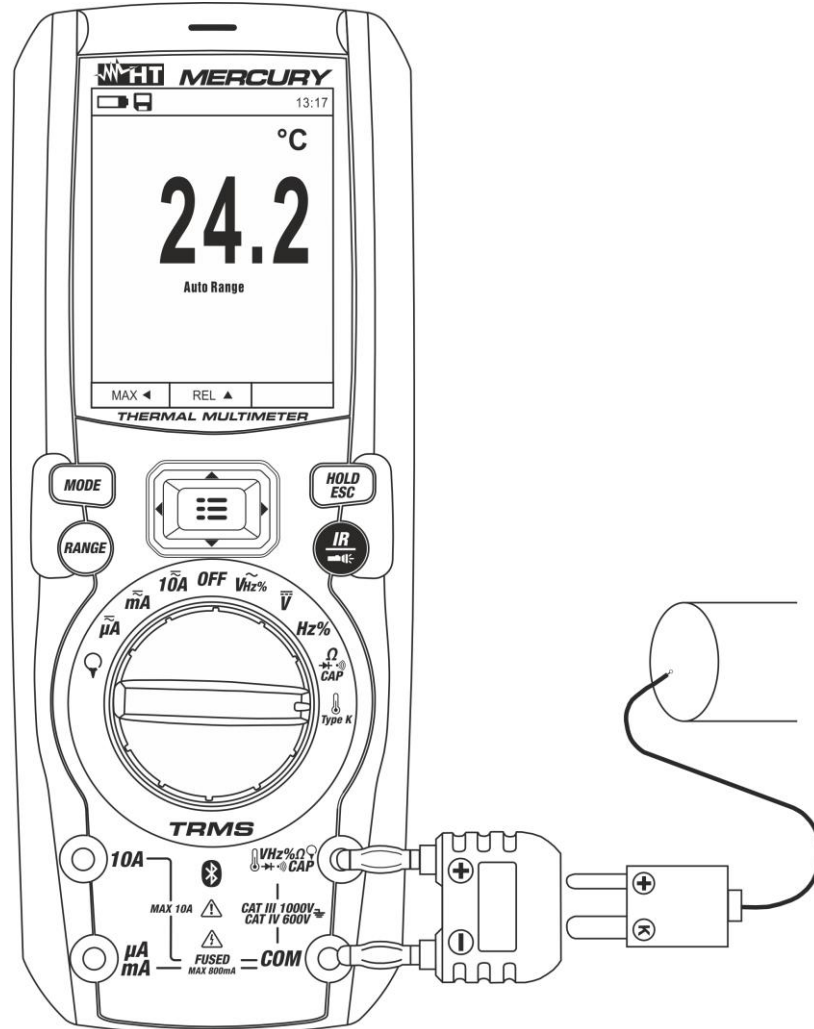

Abb. 27: Verwendung des Gerätes für Temperaturmessung
3. Stecken Sie den mitgelieferten Adapter in die Eingangsbuchsen **VHz% CAP Ω** (Polarität +) und **COM** (Polarität -) (siehe Abb. 27).